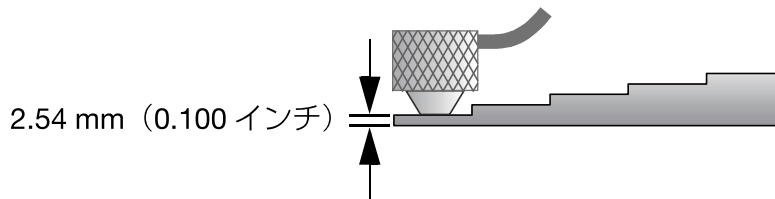

図 5-6 5 ステップ階段状試験片（薄い部分）による音速校正
- b) 試験片の薄い部分に探触子を接触させ（56 ページ図 5-6 参照）、[ゼロ校正] を押します。